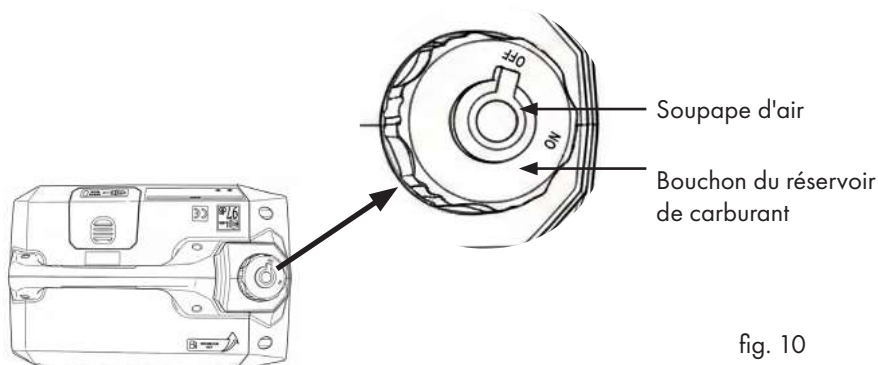

fig. 10
- Placer le robinet d'air sur le bouchon du réservoir de carburant en position ON pour permettre à l'air de pénétrer dans le réservoir de carburant. Voir fig.10.